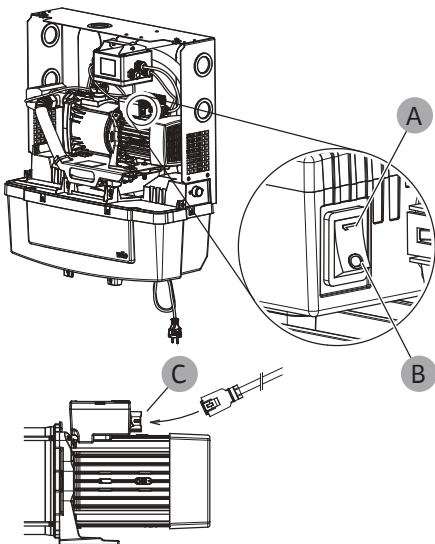

Fig. 23: Aan-/uitschakelaar en aansluiting stroomvoorziening
4. Controleer of de aan-/uitschakelaar van de pomp op AAN (Fig. 23 – A) is gezet.
5. Controleer of de stekker voor de stroomvoorziening van de motor (Fig. 23 – C) correct is aangesloten.